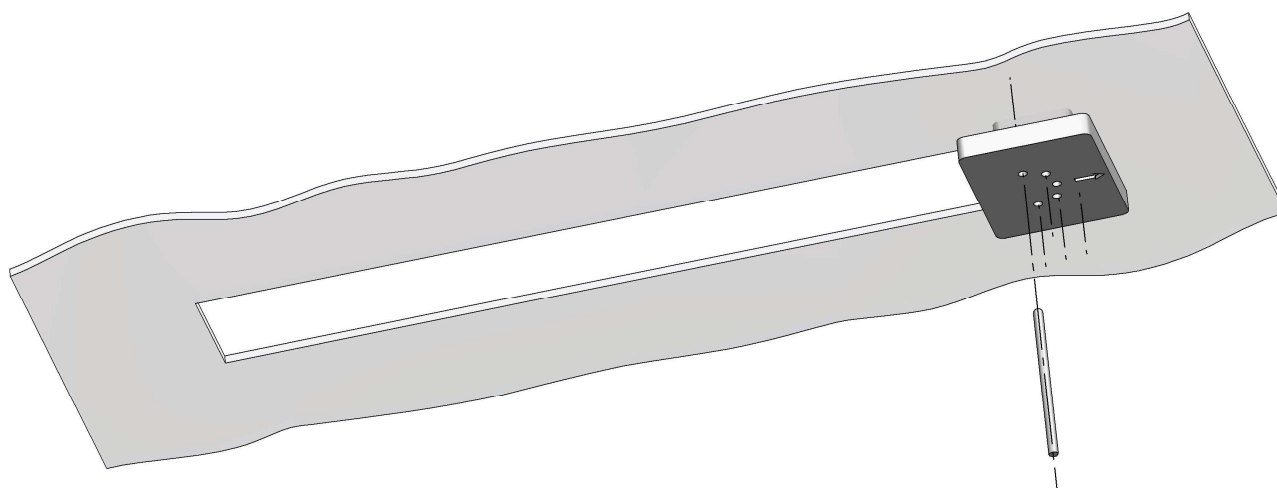

Rys.2
3. Na każdym z dwóch krańców wykonanego otworu przyłóż jeden z drewnianych bloczków chroniących zawartość kartonu, tak aby nadrukowana na nim strzałka wskazywała na zewnątrz otworu (**Rys.2**, **Rys.2a**).